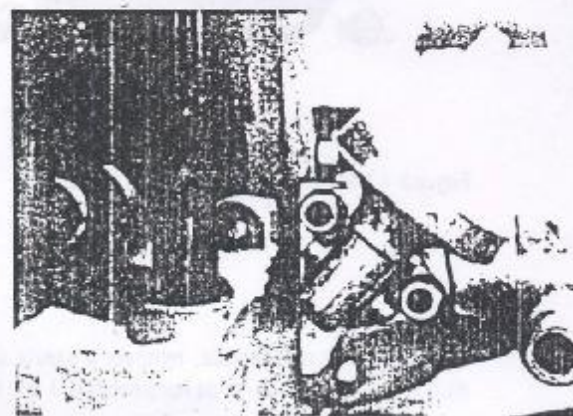

Figura 1.01.7 - Fixação da bomba de combustível.
12. Remover as porcas de fixação da bomba de combustível, com as respectivas arruelas e remover a bomba e a junta (Figura 1.01.7).